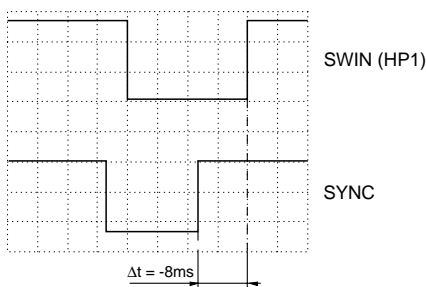

Fig. 23
- A l'aide des touches "+" / "-" régler l'intervalle de temps entre l'impulsion de commutation de têtes et le flanc ascendant de l'impulsion de synchronisation CTL à $\Delta t = -8\text{ms}$ (Fig. 23).
- Using the "+" / "-" buttons set the time interval between the head pulse and the rising edge of the CTL pulse to $\Delta t = -8\text{ms}$ (Fig. 23).